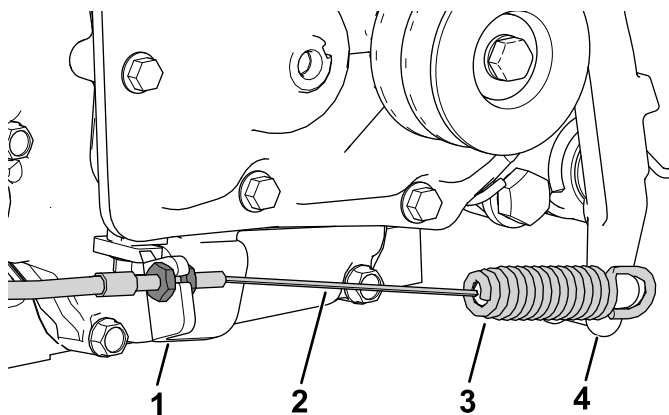

Figura 5
5. Instale el cable del embrague en el disco del embrague (Figura 5).
6. Conecte el extremo del muelle del cable del embrague en la palanca del embrague (**Figura 5**).